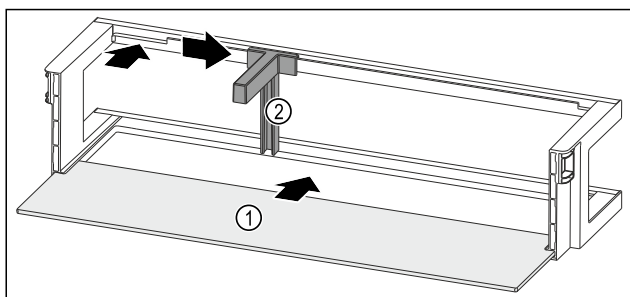

Fig. 240 Dveřní přihrádka s odkládací plochou
- Odkládací plochu Fig. 240 (1) zasuňte do bočních vybrání.
- Držák lahví Fig. 240 (2) vložte do vybrání.
- Držák lahví Fig. 240 (2) posuňte na stranu do požadované polohy.